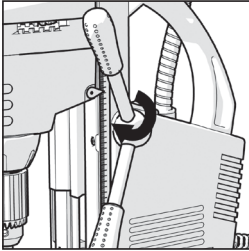

Abb. 1
- Befestigen Sie die drei Griffe in der Spindelnabe und achten Sie dabei darauf, dass sie sicher befestigt sind. (**Abb. 1**)